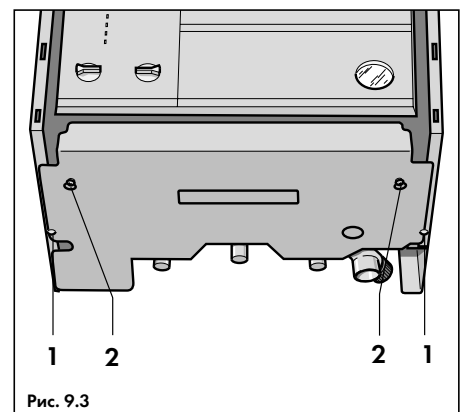

Рис. 9.3
- Надеть нижний щиток на расположенные спереди винты (2, рис. 9.3) и закрепить его с помощью задних винтов (1, рис. 9.3). Передние винты затянуть.
- Снять нижний щиток аппарата, ослабив предварительно два винта (2, рис. 9.3) и выкрутив два задних винта (1, рис. 9.3).